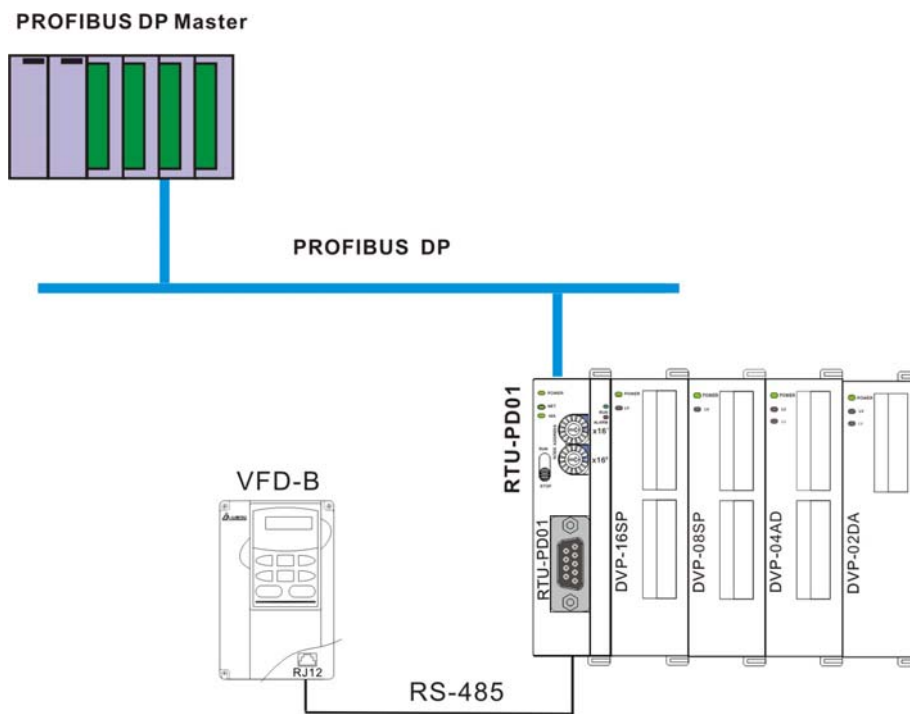

图 10-1
1. 此范例使用西门子 S7-300 做 PROFIBUS DP 主站，RTU-PD01 做从站。PROFIBUS DP 网络示意图如图 10-1 所示。